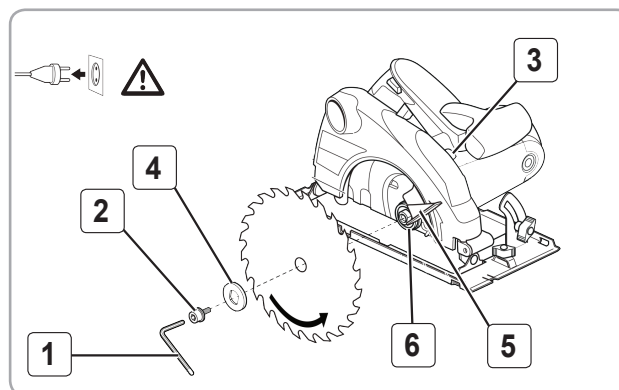

Fig.5
Este important să deconectați scula de la rețeaua electrică înainte de a efectua orice operațiune asupra sculei; Fig 5
- Apăsăți butonul de blocare a axului și mențineți butonul apăsat în timp ce îndepărtați cu cheia hexagonală Fig 5 (1) boltul prindere disc Fig 5 (2)
- Apăsăți butonul de blocare a axului Fig 5 (3) doar atunci când scula este în poziția de oprire
- Îndepărtați flanșa Fig 5 (4)
- Desfaceți dispozitivul de protecție inferior cu maneta Fig 5 (5) și mențineți-l astfel, montați pânza de fierăstrău astfel încât dinții pânzei de fierăstrău și săgeata desenată pe pânza de fierăstrău să fie îndreptați în aceeași direcție cu săgeata de pe dispozitivul de protecție superior
- Montați flanșa Fig 5 (4)
- Asigurați-vă că suprafețele de fixare Fig 5 (6) ale flanșelor sunt perfect curate și sunt orientate la pânză